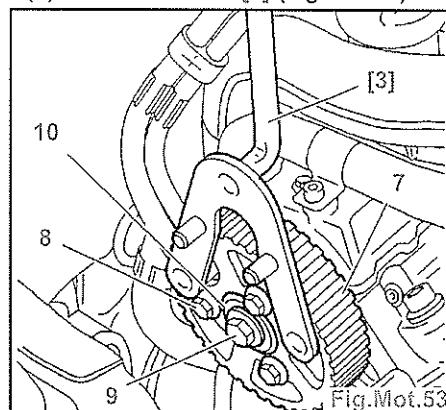

Fig.Mot.53
- Immobiliser le pignon d'arbre à cames (7) à l'aide de l'outil [3] (Fig.Mot.53).